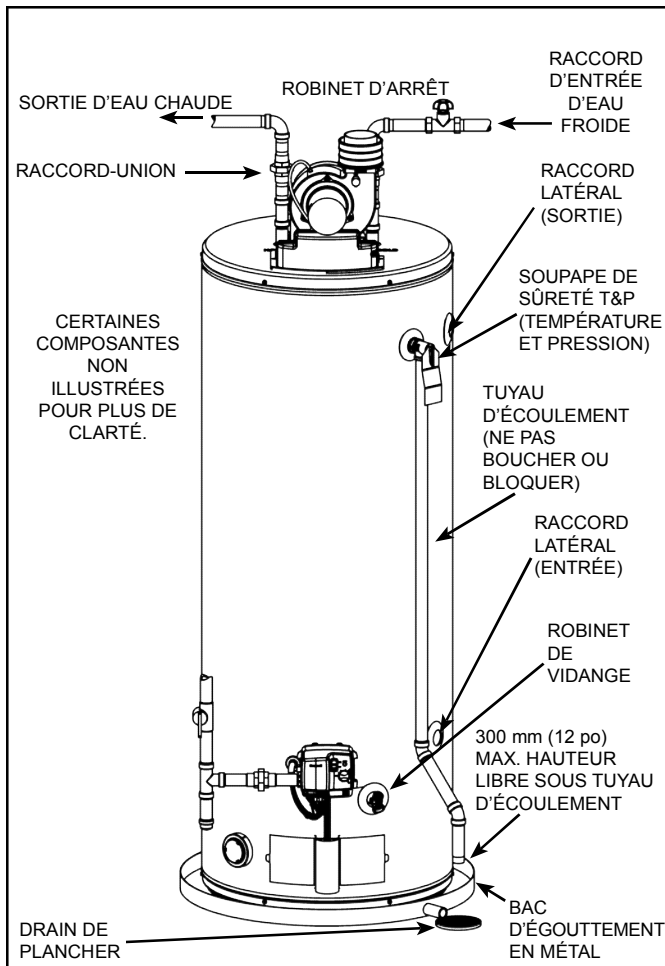

Figure 22.
1. Refermez le robinet de vidange du chauffe-eau en faisant pivoter sa poignée vers la droite (sens horaire). Le robinet de vidange se trouve sur la partie inférieure avant du chauffe-eau (voir Figure 22).